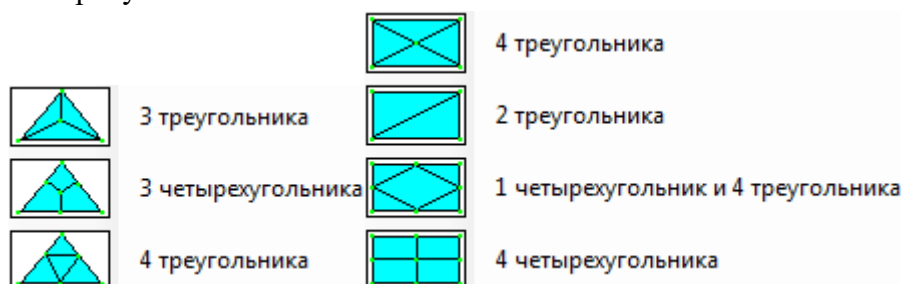

Рис. 2.173. Типы дробления 3-узловых и 4-узловых КЭ
- три типа дробления для 3-узловых КЭ (рис. 2.173):
- четыре типа дробления для 4-узловых КЭ (рис. 2.173):